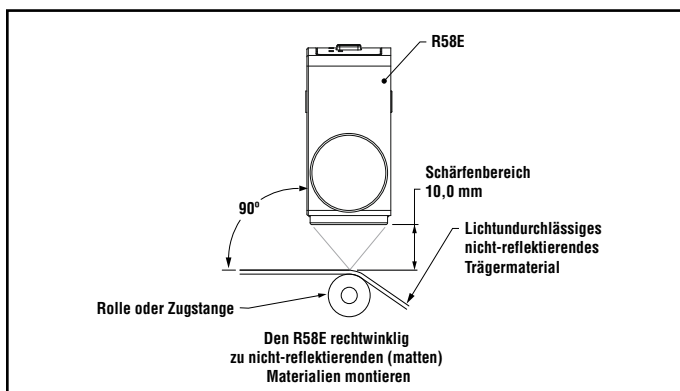

Abbildung 8. Montage zur Erfassung lichtundurchlässiger nicht-reflektierender Materialien
- Soweit möglich sollte das Trägermaterial an einer Stelle abgetastet werden, an der es über eine Zugstange oder Rolle geht, damit die nachteiligen Auswirkungen von Flattern oder Durchhang des Materials minimal gehalten werden (Abbildung 8).